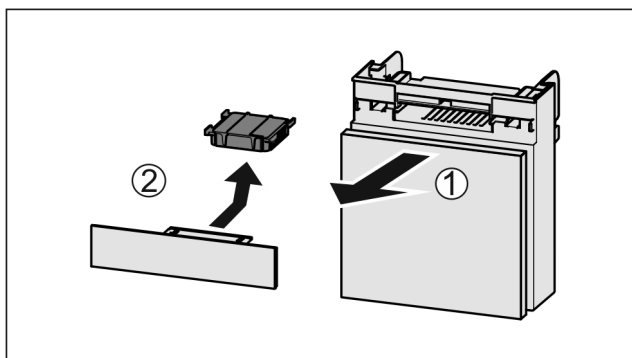

Fig. 225
- Fach nach vorne herausziehen Fig. 225 (1).
- Aktivkohlefilter entnehmen Fig. 225 (2).